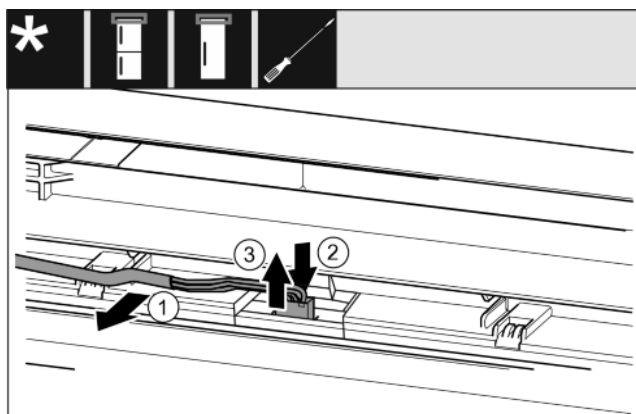

Fig. 16
- ▶ Desprindeți cu precauție cablul gri din ghidaj în ușă. Fig. 16 (1)
- ▶ Apăsați eclisa din spatele fișei spre înapoi. Fig. 16 (2)
- ▶ Extrageți cu precauție fișa în sus. Fig. 16 (3)